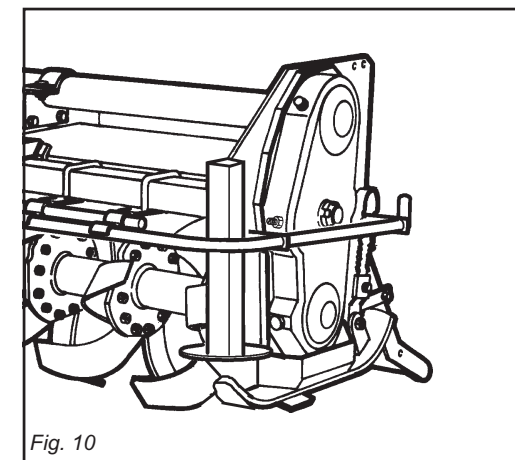

Fig. 10
5) *Position the support foot as shown in the figure 10.*
5) Positionnez le pied d'appui (voir Fig.10).
5) *Den Stützfuß wie in Abb. 10 gezeigt anordnen.*